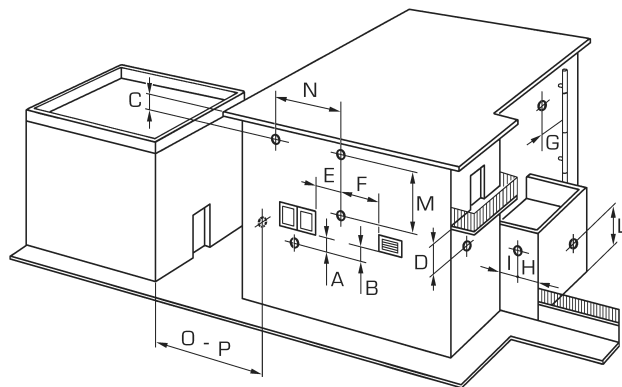

Fig. 7
2.6 POSICIONAMENTO DOS TERMINAIS DE DESCARGA (fig. 7)
Os terminais de descarga para aparelhos de tiragem forçada podem ser colocados nas paredes exteriores do edifício. A título informativo e não vinculante, indicamos na **Tabela 3** as distâncias mínimas a respeitar tomando como referência a tipologia de um edifício indicado na fig. 7.